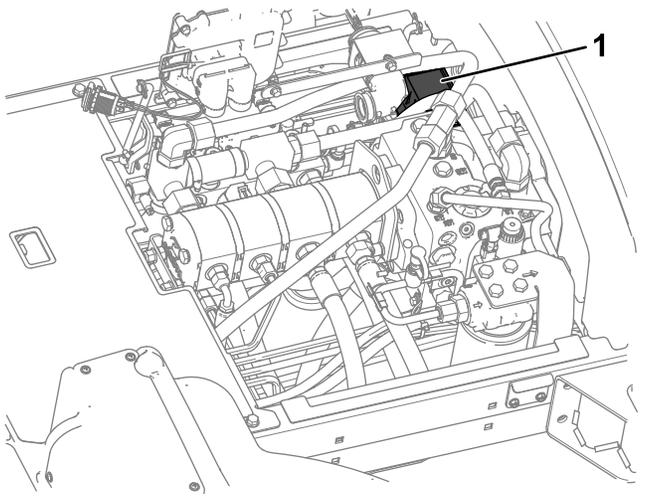

Bild 135
3. Ersetzen Sie die defekte Sicherung (Bild 135) durch denselben Sicherungstyp und denselben Amperewert.